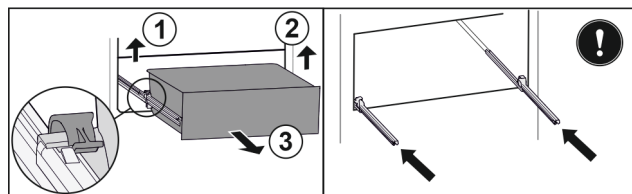

Fig. 61
- Ngrini lart kapësen e majtë dhe në të njëjtën kohë tërhiqni nga përpara sirtarin e majta. Fig. 61 (1)
- Ngrini lart kapësen e djathtë dhe në të njëjtën kohë tërhiqni nga përpara sirtarin nga e djathta. Fig. 61 (2)
- Hiqni sirtarin nga përpara. Fig. 61 (3)